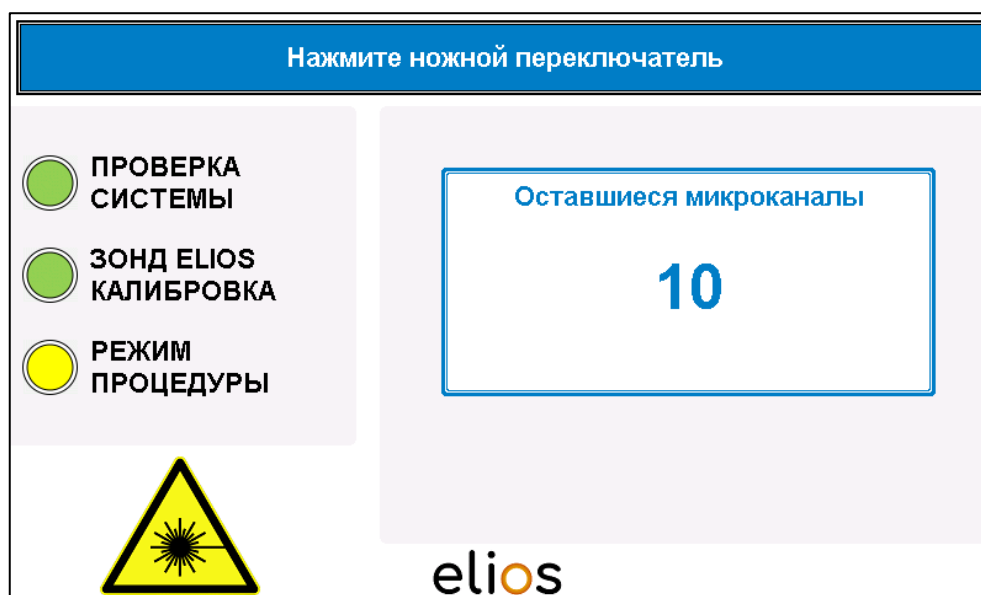

Рис. 4-15: РЕЖИМ ПРОЦЕДУРЫ
- Лазер **немедленно** запускается путем активации ножного переключателя, может быть проведена процедура (20 импульсов) (Рис. 4-15).
- На дисплее отображается количество оставшихся микроканалов (Рис. 4-15).